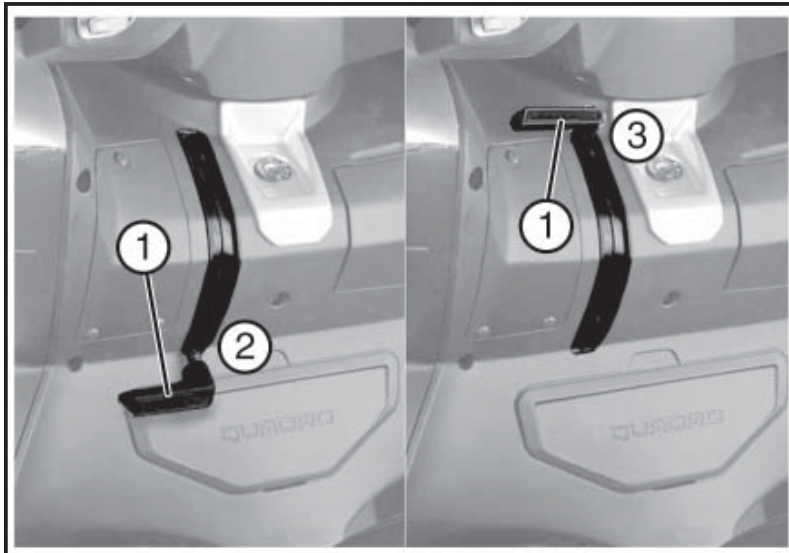

Abb. 02
4.15 - HEBEL FESTSTELLBREMSE (Abb. 02)